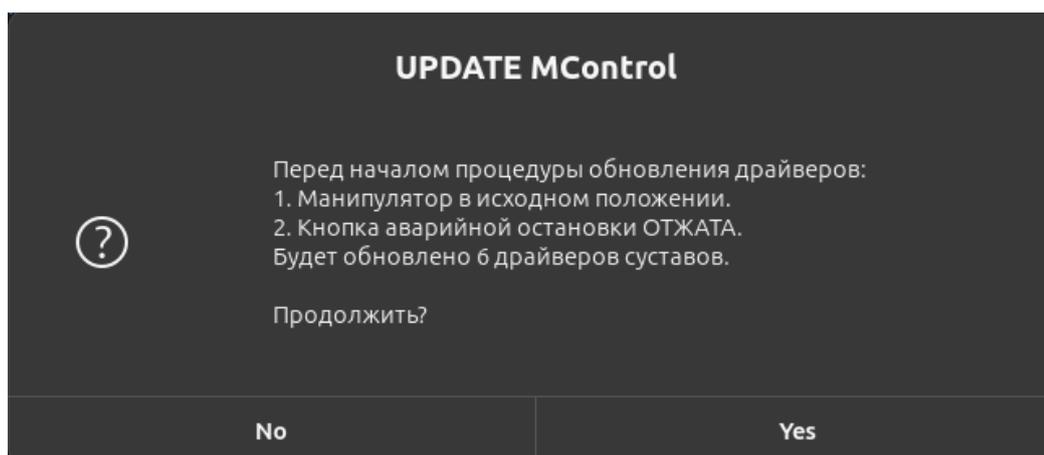

Рисунок II-34 – Предупреждение
- «Gadget», «Driver» – отобразится предупреждение «Перед началом процедуры обновления драйверов: 1) Манипулятор в исходном положении. 2) Кнопка аварийной остановки ОТЖАТА. Будет обновлено ... драйверов суставов. Продолжить?» (см. Рисунок II-34);